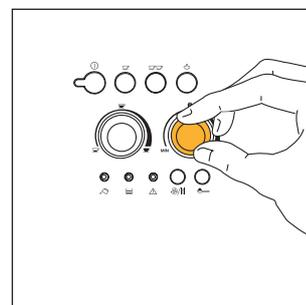

Fig.7
- 2) Regolare la manopola di destra (fig.7) per impostare il gusto desiderato del caffè. Più si ruota in senso orario e maggiore sarà la quantità di caffè in grani che la macchina macinerà e quindi più forte sarà il gusto del caffè ottenuto. Al primo utilizzo è necessario procedere a tentativi e fare più di un caffè per individuare la corretta posizione della manopola. Fare attenzione a non ruotare troppo in senso orario altrimenti c'è il rischio di ottenere un'erogazione troppo lenta (a gocce), soprattutto quando si richiedono due tazze di caffè.
**NOTA 2:** Se il caffè fuoriesce troppo velocemente e la crema non è soddisfacente; ruotare un po' la manopola di destra (fig.7) in senso orario. Procedere a tentativi e fare più di un caffè per individuare la corretta posizione della manopola. Fare attenzione a non ruotare troppo in senso orario altrimenti c'è il rischio di ottenere un'erogazione troppo lenta (a gocce), soprattutto quando si richiedono due tazze di caffè. Se, dopo qualche caffè, non si ottiene una crema soddisfacente, ruotare anche la manopola di regolazione macinatura (fig.17) di uno scatto in senso antiorario (vedi par. 6).